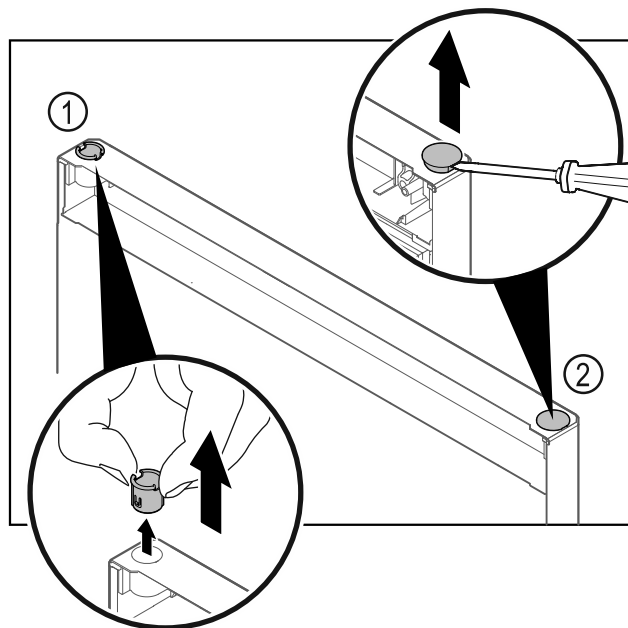

Fig. 21
- ▶ Izvucite čahuru šarke Fig. 21 (1) prstima.
- ▶ Odvijačem s ravnom glavom oprezno podignite čep Fig. 21 (2) i izvadite ga.